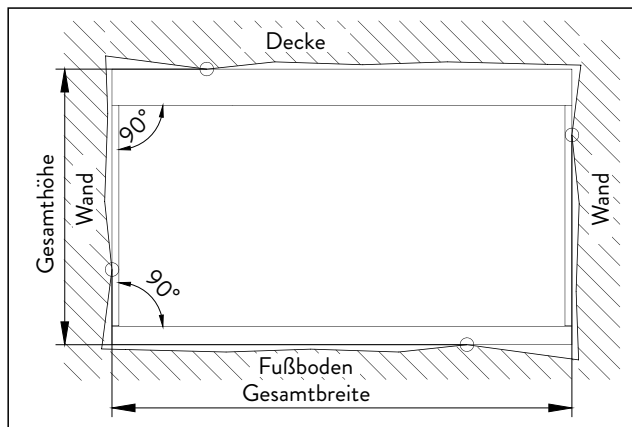

Abb. 1 Öffnung
7. Prüfen, ob der Wetterschutzwinkel senkrecht und bündig mit der Führungsschiene montiert werden kann (Abb. 1).